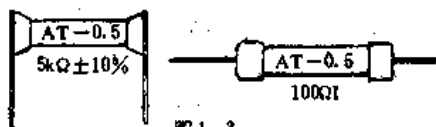

图 1-3
(1)国内:如  $5k\Omega \pm 10\%$ ,表示阻值为  $5000\Omega$ ,误差为  $10\%$  的电阻。见图 1-3。如  $100\Omega 1$ ,表示阻值为  $100\Omega$ 、误差为  $5\%$  的电阻。有的没有标明误差等级,则一律表示误差为  $20\%$ 。